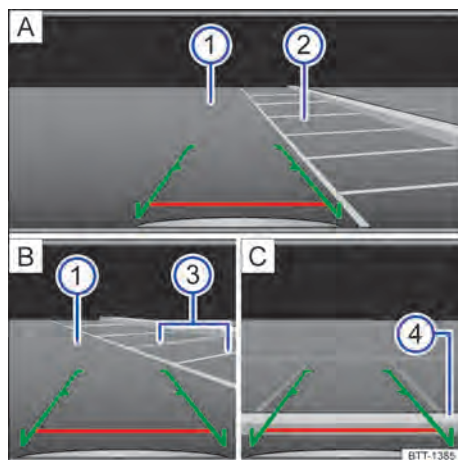

Fig. 113 Exibição do display do sistema do rádio: estacionar com a câmera de marcha a ré.
Legenda para Fig. 113:
- Posicionar o veículo na frente da vaga de estacionamento → Fig. 113 ② A.
- Conduzir para trás lentamente e manobrar de modo que as guias verdes laterais conduzam entre as linhas de delimitação da vaga de estacionamento delimitada ② [A].
- Alinhar o veículo na vaga de estacionamento selecionada de modo que as guias verdes laterais fiquem em cima das linhas de limitação lateral ③ [B].
- Parar o veículo, quando a linha vermelha atingir a limitação traseira ④ [C].